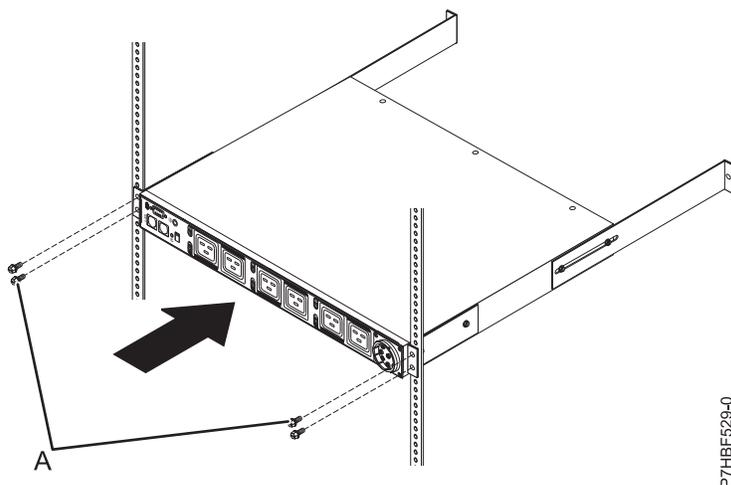

Figura 43. Conectando a frente da PDU+ ou da PDU alternada inteligente ao rack
13. Prenda os suportes de montagem longos e o painel de preenchimento em branco (A) ao gabinete do rack concluindo as etapas a seguir:
- c. Remova os dois parafusos M6 (A) se porcas de fixação forem usadas ou parafusos M5 que prendem a PDU, a PDU+ ou a PDU alternada inteligente nos flanges do rack.
- h. Alinhe a extremidade do modelo PDU, PDU+ ou PDU alternada inteligente com os suportes de montagem curtos com a parte externa dos flanges do rack. Assegure-se de que os trilhos se alinhem corretamente com os flanges do rack frontais. Caso contrário, marque e reajuste o comprimento dos trilhos de montagem removendo a PDU, a PDU+ ou a PDU alternada inteligente e repetindo as etapas 13b na página 52 a 13g. Use dois parafusos M6 (A) se porcas de fixação forem usadas ou parafusos M5 se presilhas de encaixe forem usadas por suporte para conectar os suportes às presilhas de encaixe ou porcas de fixação nos flanges do rack.
- j. Alinhe o painel de preenchimento em branco (A) no lado externo dos flanges do rack, conforme mostrado na Figura 43 na página 52.
- k. Conecte o painel de preenchimento aos flanges do rack e, em seguida, ao suporte de montagem longo com um parafuso M6 (B) por suporte. Use os parafusos que foram fornecidos com o kit de montagem do rack.
14. Prenda os suportes de montagem longos e o painel de preenchimento em branco (A) ao gabinete do rack concluindo as etapas a seguir:
- d. Alinhe o painel de preenchimento em branco (A) no lado externo dos flanges do rack.
- e. Conecte o painel de preenchimento aos flanges do rack e, em seguida, ao suporte de montagem longo com um parafuso M6 (B) por suporte. Use parafusos que foram fornecidos com o kit de montagem do rack.